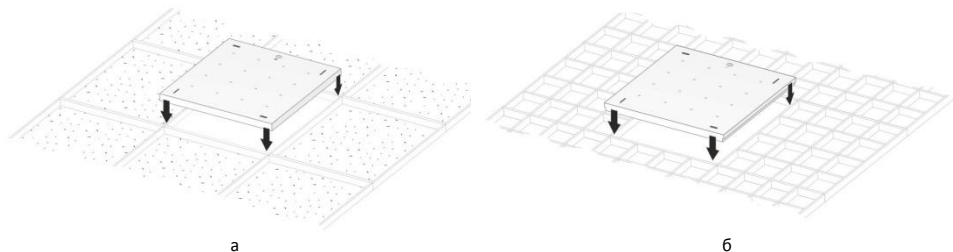

Рисунок 7 - Установка светильника Geniled серии Офис, ЛПО (а), серии Грильято (б) на подвесную конструкцию.
5.3.2. Установка светильника Geniled на подвесную конструкцию. Установите светильник Geniled на монтируемое место (Рисунок 7, а - для потолка типа «армстронг», б – для потолка типа «грильято»).